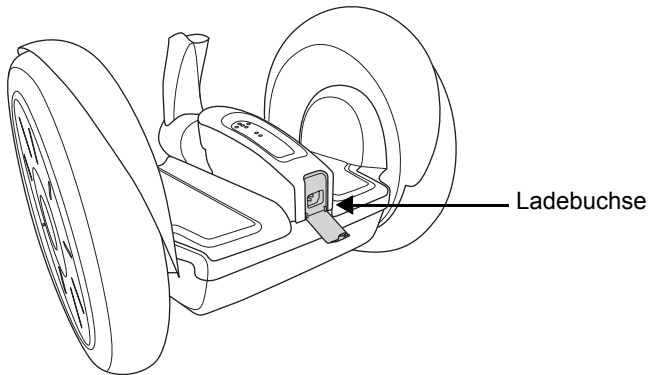

Abbildung 20. Geöffnete Ladebuchse
2. Öffnen Sie die Ladebuchse an der Rückseite der Konsole (siehe **Abbildung 20**).